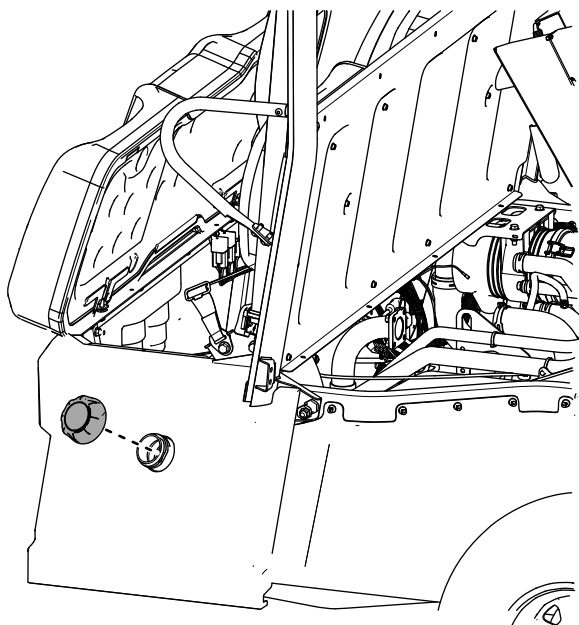

図 60
33. 後シートベースパネルに燃料タンクキャップを取り付ける 図 60。